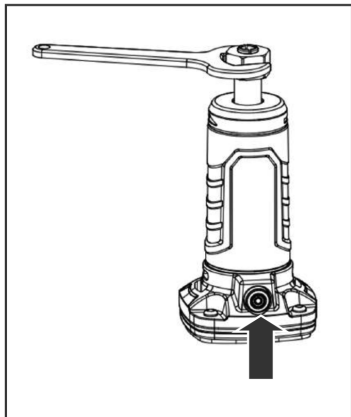

Рис. 5
- Для установки шлифовальной насадки зафиксируйте вал, нажав на кнопку блокировки вала, и удерживая её, ослабьте цанговую гайку с помощью ключа (рис. 5).